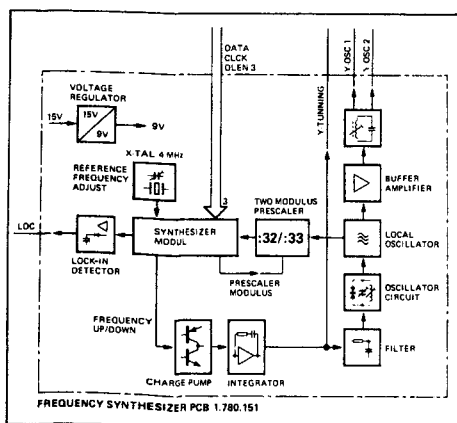

Fig. 3.5
3.1.6 Frequenzsynthesizer und Lokalschaltzillator (Fig. 3.5)
3.1.6 Frequency synthesizer and local oscillator (Fig. 3.5)
3.1.6 Synthétiseur de fréquence et oscillateur local (Fig. 3.5)